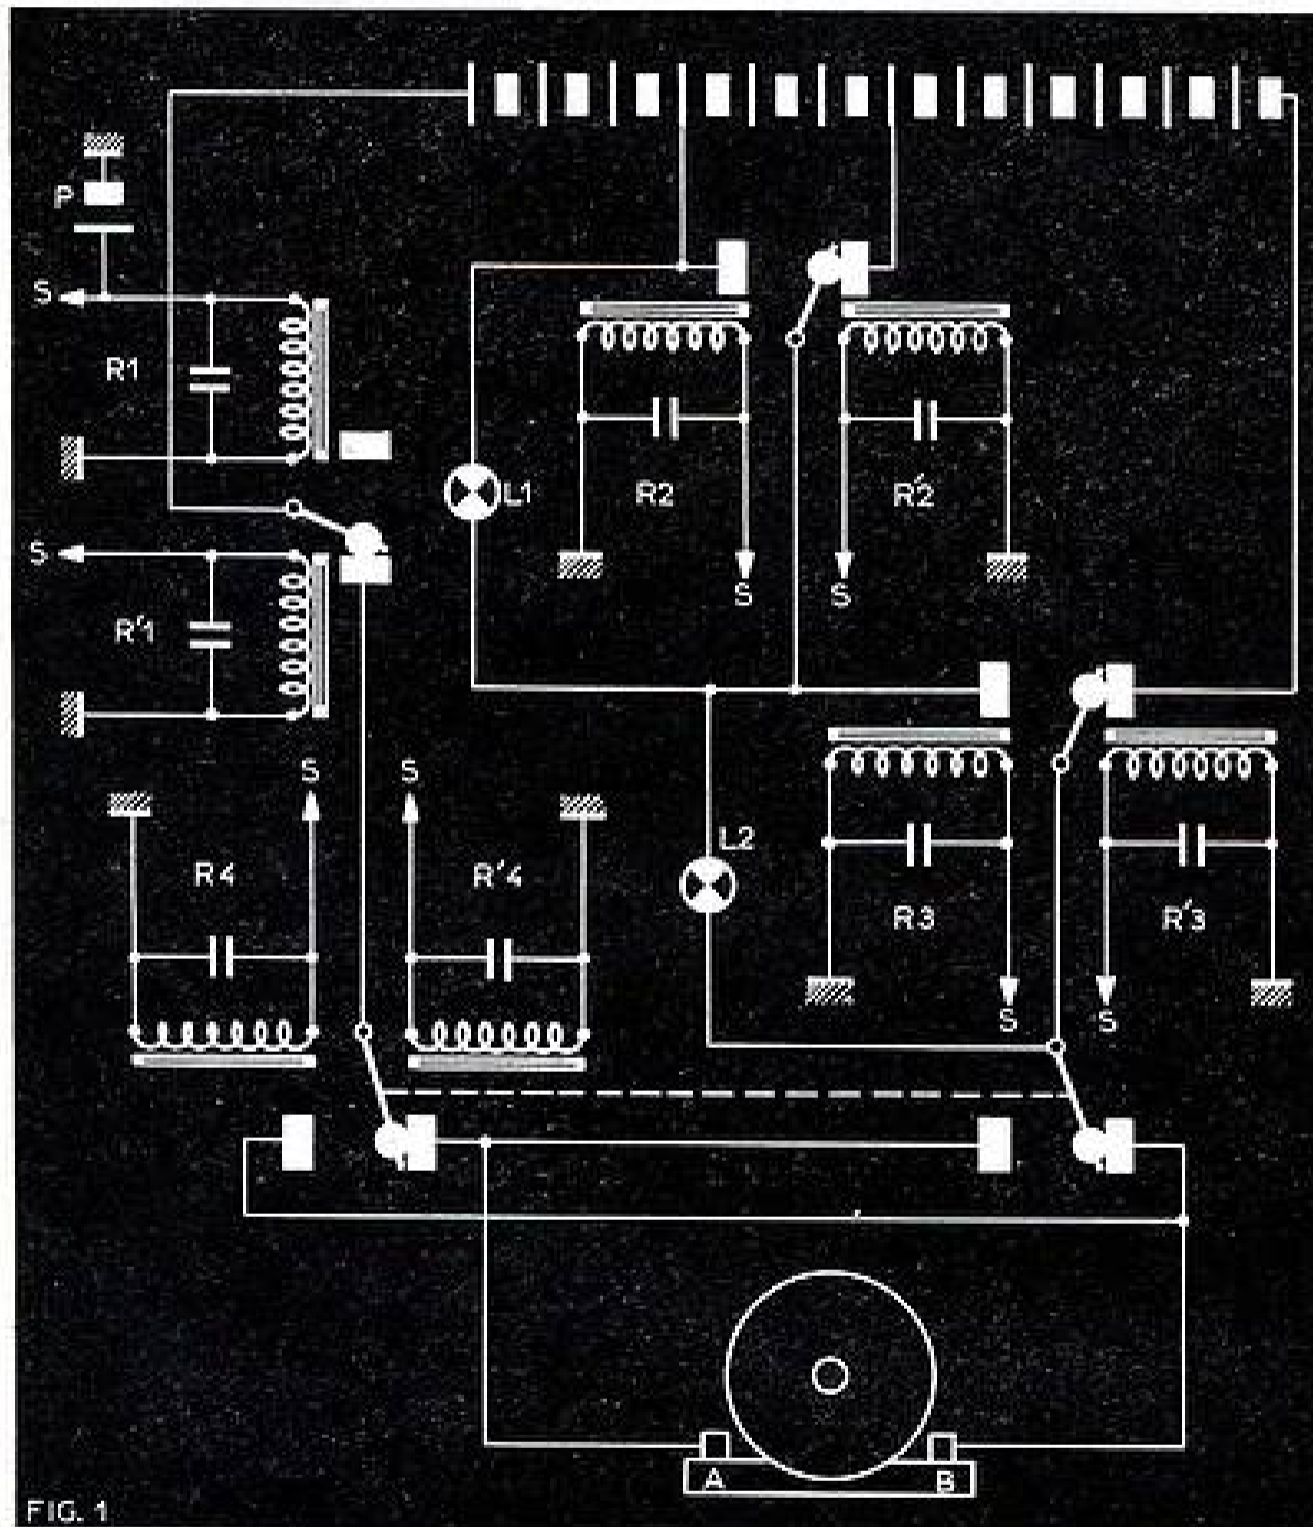

FIG. 1
c) Branchement du moteur électrique. (fig. 1).